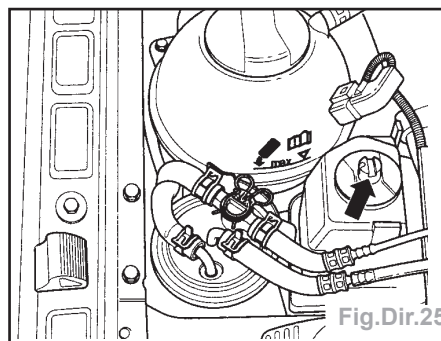

Fig.Dir.25
- Introduire un tournevis approprié dans l'évidement (flèche) aménagé sur le bouchon du réservoir et dévisser la jauge-bouchon (Fig.Dir.25).